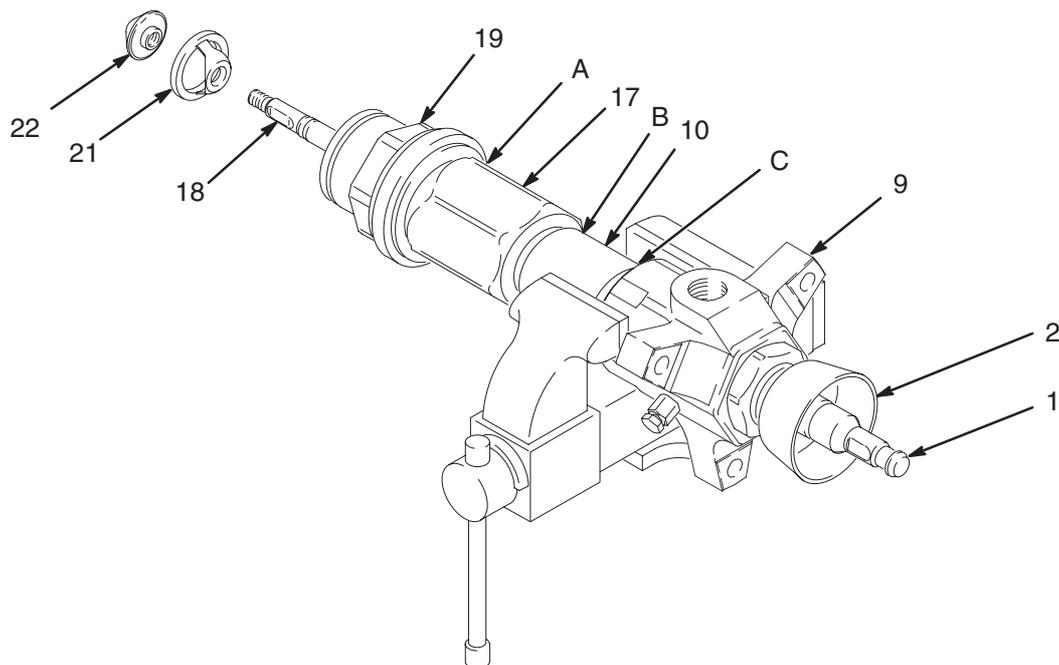

Fig. 7
1. Desmonte la base de bomba del motor neumático, tal como se indica en la página 14. Coloque la bomba sobre un torno de banco, con el alojamiento de salida (9) colocado tal como se indica en la Fig. 7.
2. Utilice una llave inglesa para sujetar las partes planas del vástago del pistón de cebado (18), y utilice una segunda llave para desenroscar el asiento del pistón de cebado (22) del vástago. Deslice el pistón de cebado (21) fuera del vástago. Inspeccione las superficies interna y externa del pistón (21) en busca de muescas, desgastes u otros daños.
3. Afloje la tuerca prensaestopas (2) utilizando la llave (109) suministrada.
4. Utilizando una llave de tubo en la parte hexagonal del cilindro de admisión (19), desenrosque éste del alojamiento de la válvula de admisión (17). La bomba puede separarse por las uniones A, B, o C. Vea la Fig. 7.